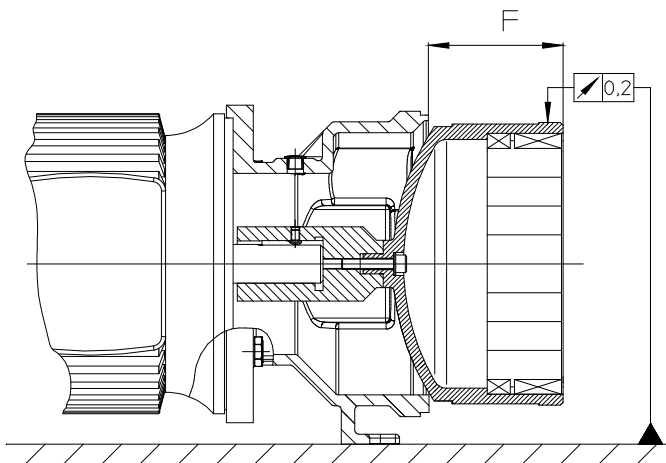

Bild 6
Nach Einstellung von Maß "F" (siehe **Bild 6** in **Kapitel 7.7**) muss **eine** Senkbohrung (Bohrer 6mm) ca. 2mm tief entsprechend der Gewindestiftposition in die Passfeder gebohrt werden. Diese Maßnahme verhindert ein Verschieben der Hohlwelle und der Passfeder während des Pumpenbetriebes.
Maß "F" einstellen (siehe **Bild 6** in **Kapitel 7.7**), dann **zwei** Senkbohrungen (Bohrer 6mm) ca. 2mm tief entsprechend der Gewindestiftpositionen in die Motorwelle und die Passfeder bohren. Diese Maßnahme verhindert ein Verschieben der Hohlwelle und der Passfeder während des Pumpenbetriebes.
- Maß „F“ (siehe **Bild 6** in **Kapitel 7.7**) überprüfen.